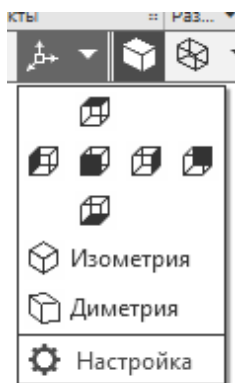

Рис. 257
Для большей наглядности измените ориентацию модели. Для этого на панели быстрого доступа нажмите на кнопку  и выберите *Настройка* (рис. 257). Установите ориентацию *вид сзади* (1) (рис. 258). Нажмите на кнопку *Главный вид по текущей ориентации*  (2) и выберите *Изометрия* (3).